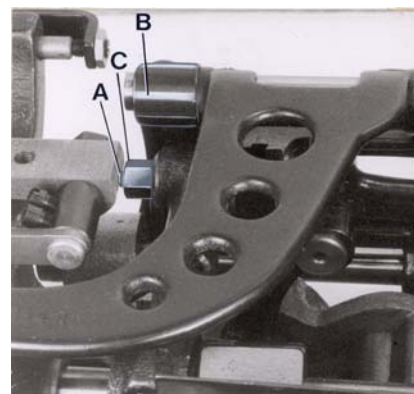

Fig. 8
Remove the rear cloth plate. The length of the stitch can be adjusted by raising or lowering the stud (A, Fig. 8) in the segment slot of the feed rocker (B). Lowering stud (A) will lengthen the stitch, raising the stud will shorten the stitch. After loosening nut (C), stud (A) can be moved accordingly. When the desired stitch length is obtained, retighten nut (C) and remount cloth plate.
Entfernen Sie die hintere Stoffplatte. Die Stichlänge kann durch höher- oder tieferstellen des Bolzens (A, Fig. 8) in der Nut des Transportrahmens (B) verändert werden. Tieferstellen des Bolzens (A) verlängert den Stich, höherstellen verkürzt ihn. Nach Lösen der Mutter (C) läßt sich der Bolzen (A) entsprechend verschieben. Wenn die gewünschte Stichlänge eingestellt ist, ziehen Sie die Mutter (C) wieder an und montieren Sie die Stoffplatte wieder.